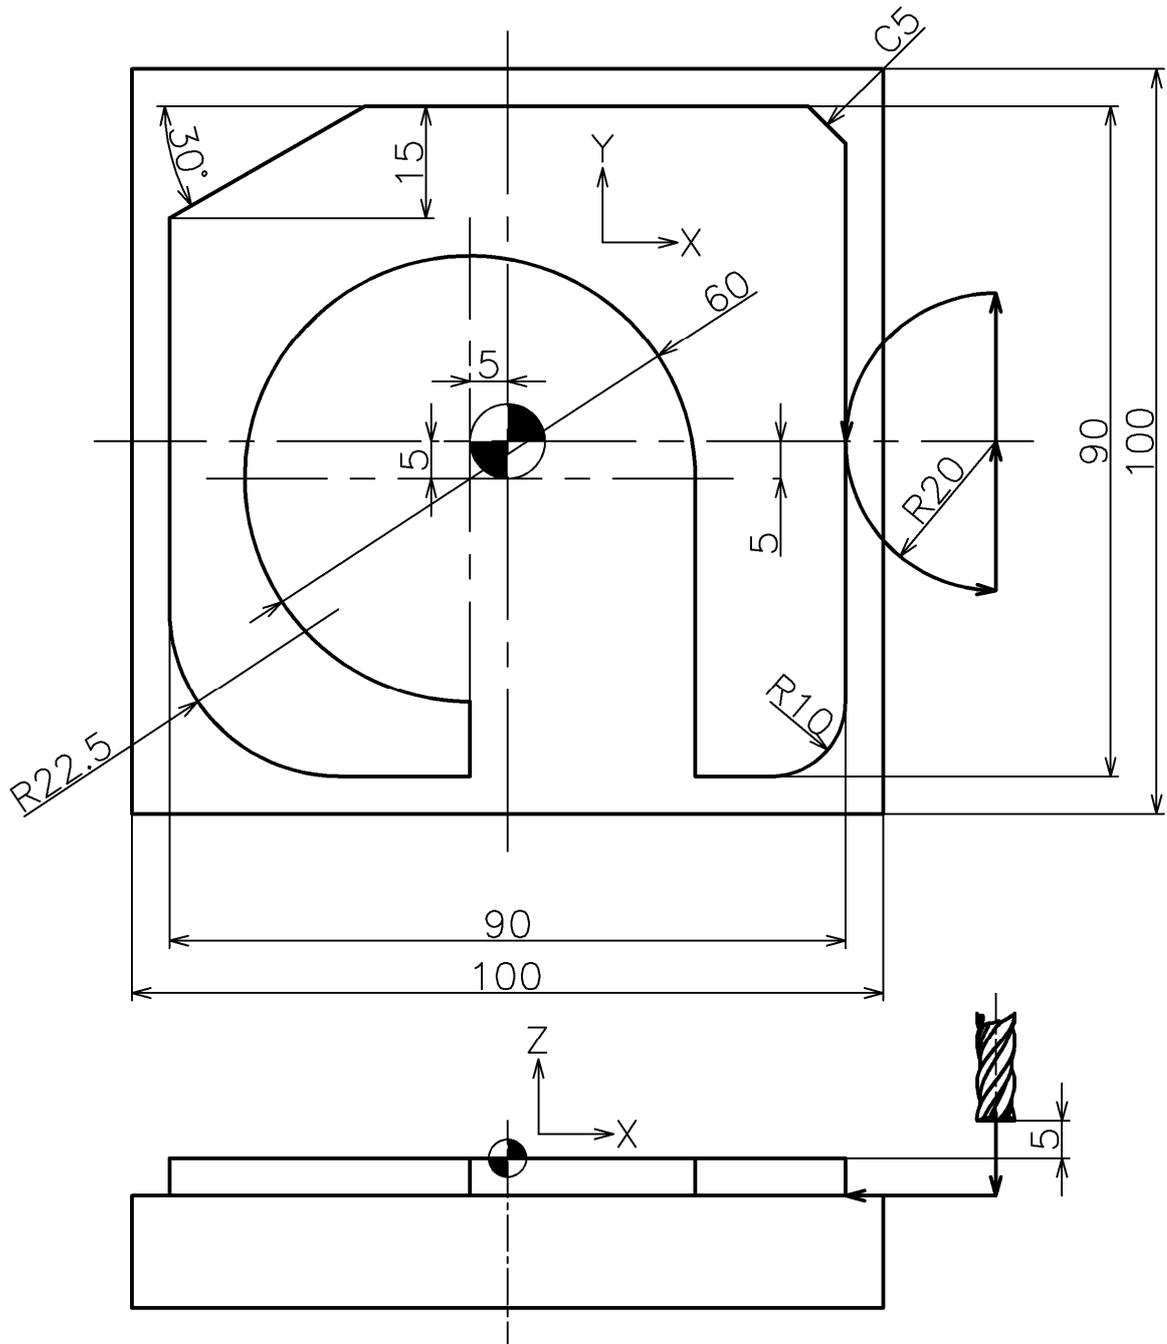

図4-1
設問 2 次の NC プログラムは、マシニングセンタにより図 4-1 に示す形状を輪郭加工するためのプログラムである。このプログラムの (①) ~ (⑫) にあてはまる最も適切なものを解答群からそれぞれ一つずつ選び、記号ア~ノで答えなさい。